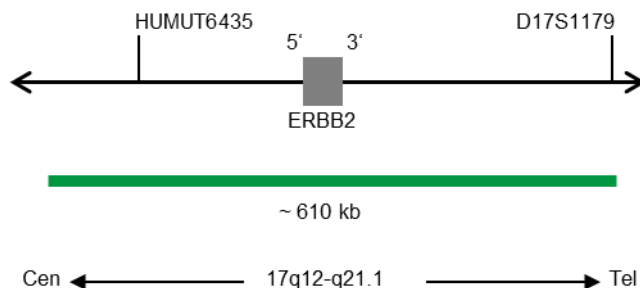

Fig. 1. SPEC ERBB2 Mapa de la sonda (no está a escala)
- Polinucleótidos marcados en verde (excitación a 503 nm/emisión a 528 nm) ZyGreen (~10,0 ng/μl), dirigidos a secuencias localizadas en 17q12-q21.1* (chr17:37,572,531-38,181,308), que alberga la región del gen ERBB2 (ver Fig. 1).
- Polinucleótidos marcados en naranja (excitación a 547 nm/emisión a 572 nm) ZyOrange (~1,5 ng/μl), dirigidos a secuencias localizadas en 17p11.1-q11.1 específicas para la región centromérica satélite alfa D17Z1 del cromosoma 17 (ver Fig. 1).